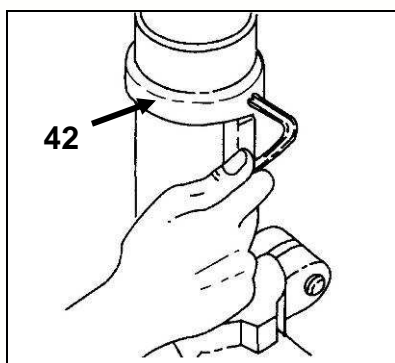

Fig 11
- Faites glisser l'anneau de crémaillère (42) sur la colonne avec le chanfrein orienté vers le bas de façon à bloquer le plat supérieur de la crémaillère, puis serrez l'anneau avec la vis sans tête M6x10 (Fig 11).